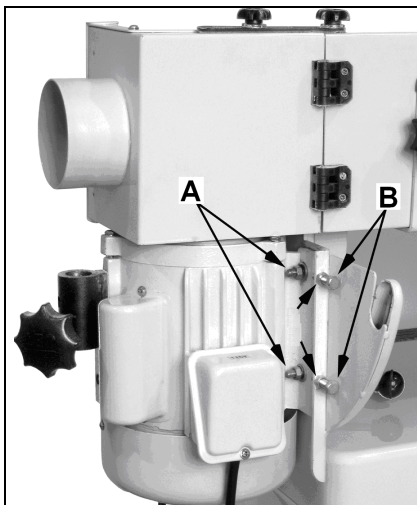

Fig 15
Desserrer légèrement le blocage du moteur (A, Fig. 15) et changer l'alignement de la bande avec les boulons de réglage (B).